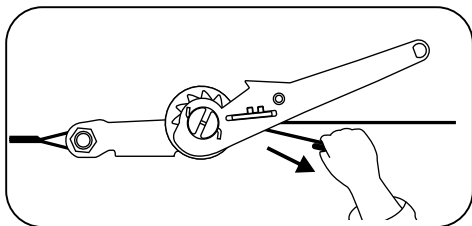

рис. 6
- Натяните рабочую ленту между анкерными точками (рис. 6).